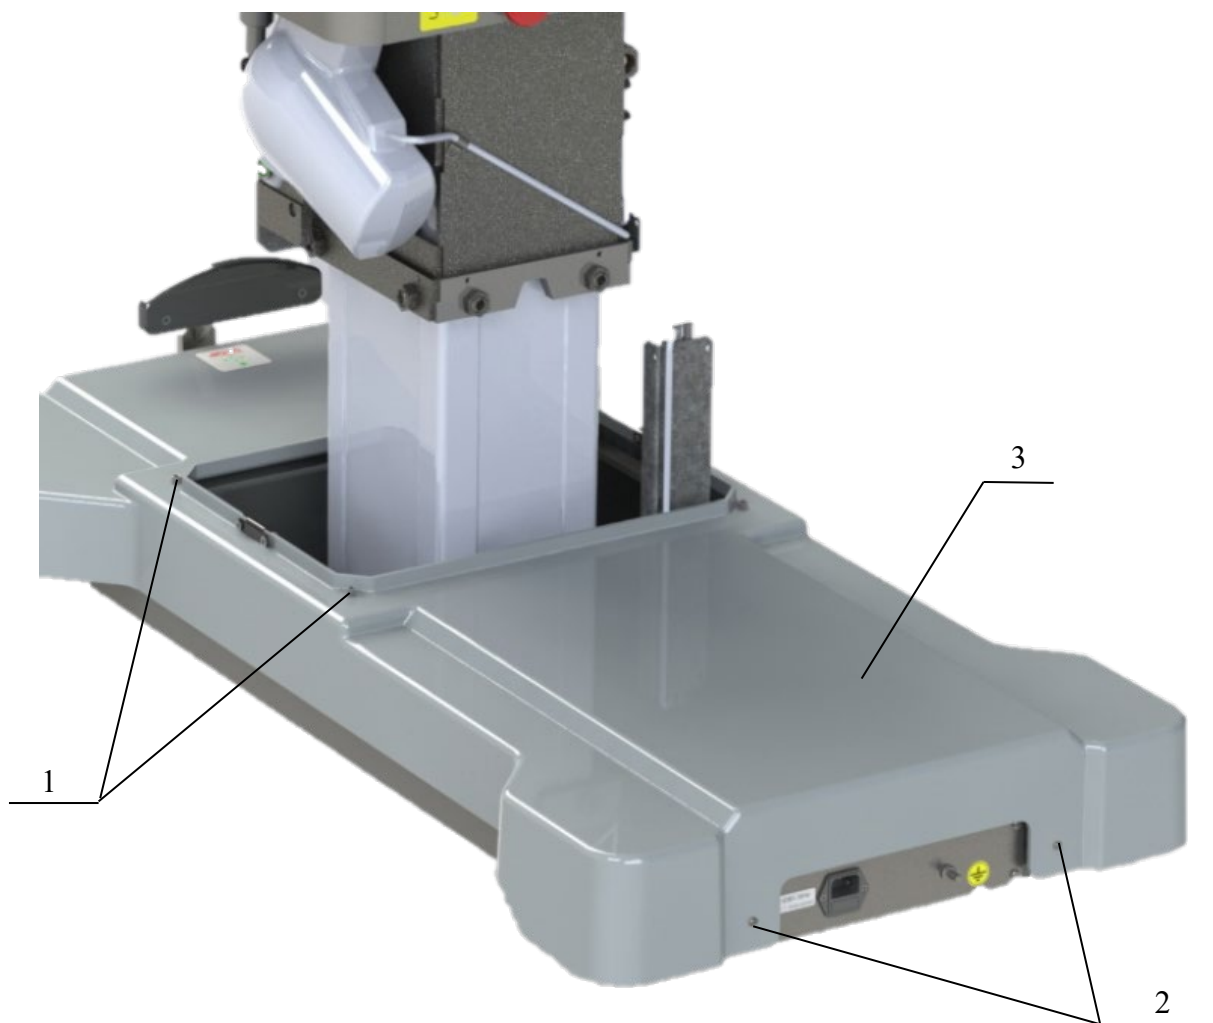

Рисунок 15. Снятие обшивки шасси.
- отверните винты 1 – 4 шт. (Рисунок 15);